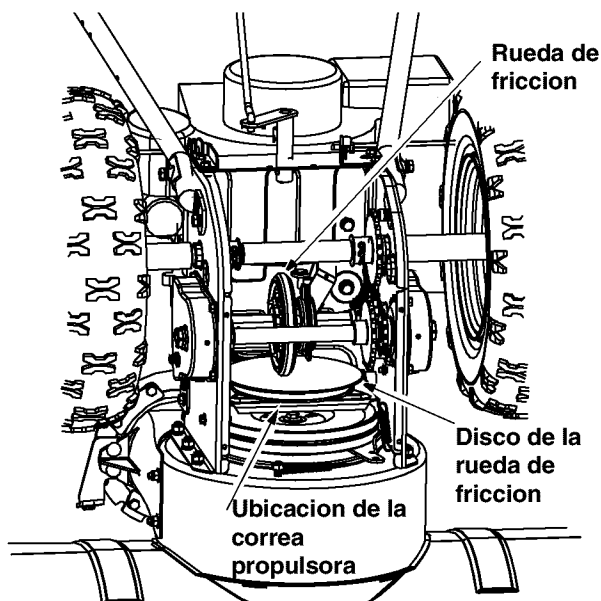

Figura 27
- Extraiga los seis tornillos autoroscantes de la cubierta del bastidor debajo de la limpiadora de nieve. Separe la polea intermedia de la polea del propulsor y extraiga la polea de la polea del motor. Encontrará la polea intermedia en la parte delantera del motor y debajo de la cubierta de la correa que extrajo previamente. Vea la Figura 27.
- Trabajando desde la parte inferior del bastidor, deslice la correa entre la rueda de fricción y el disco de la rueda de fricción. Vea la Figura 27. Usted puede tener que retorcer plana la correa para deslizarla por la separación entre la rueda de fricción y el disco de la rueda de fricción. Extraiga completamente la correa.